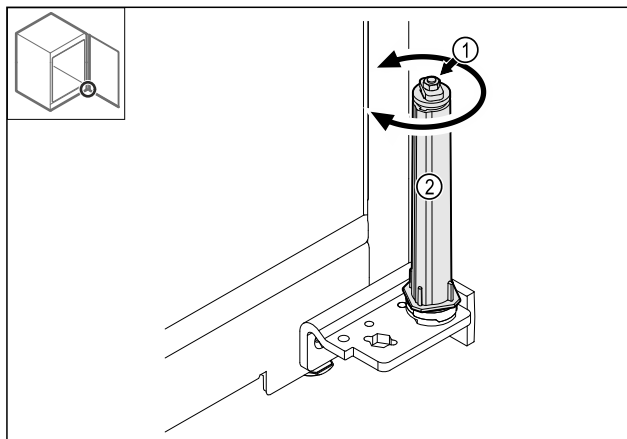

Fig. 41
- ▶ Не разглобявайте винтовото съединение Fig. 41 (1) на затварящата система.
- ▶ Въртете затварящата система Fig. 41 (2), докато тя щракне.